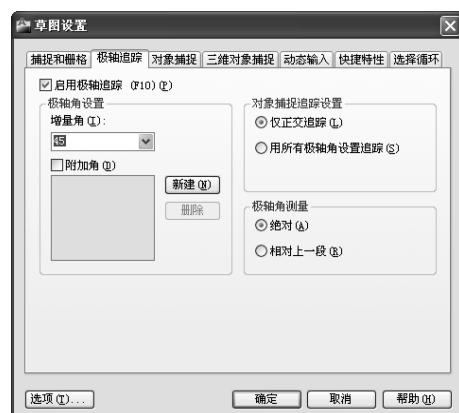

图 3-8 【草图设置】对话框
- 2) 在【指定点或 [水平 (H) →直 (V) →度 (A) →等分 (B) →移 (O)]:】提示下输入 H，并在【指定通过点:】提示下输入坐标 (100, 100)，绘制一条水平构造线。
- 4) 在菜单中选择【工具】→【草图设置】命令，打开【草图设置】对话框。选择【极轴追踪】选项卡，并选中【启用极轴追踪】复选框，然后在【增量角】下拉列表框中选择 45，单击【确定】按钮，如图 3-8 所示。